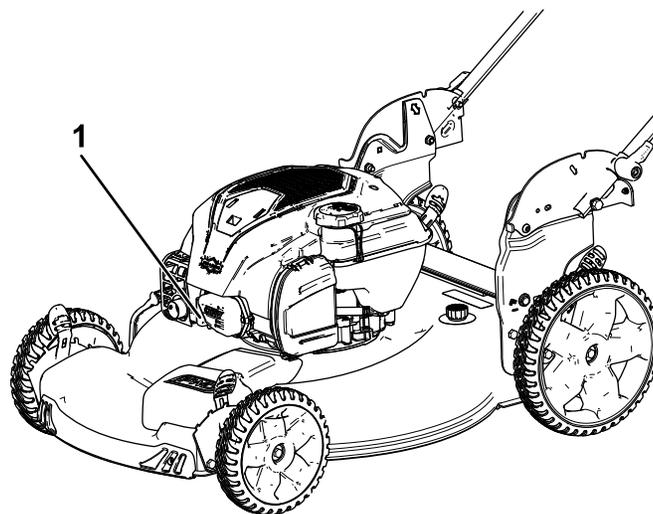

Figura 24
2. Scollegate il cappello dalla candela (Figura 24).